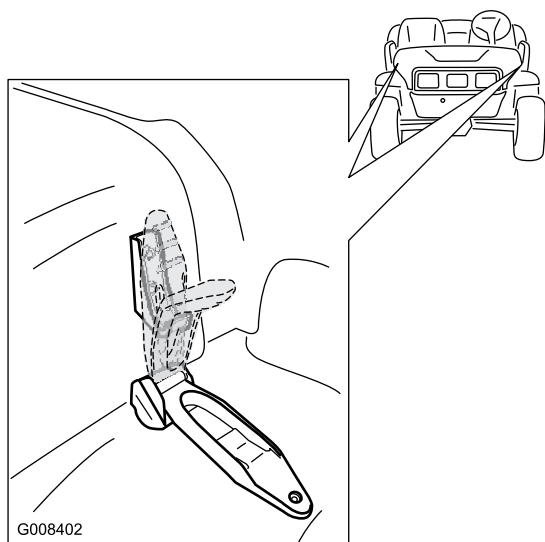

Bild 24
1. Lösen Sie die Gummiriemen an beiden Seiten der Motorhaube (Bild 24).